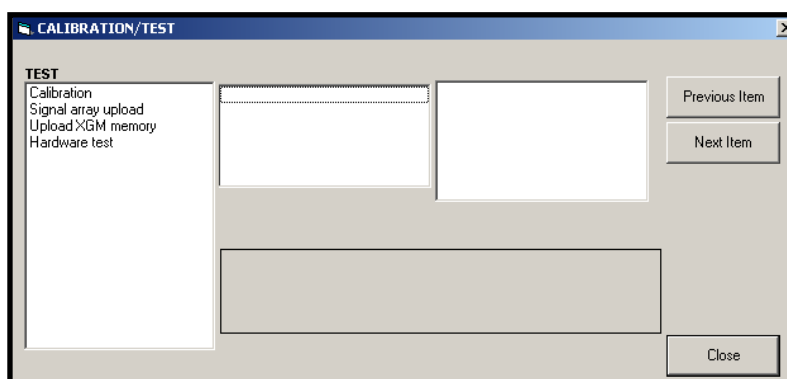

Рисунок 10. Меню *Calibration/Test* (Калибровка/проверка)
5. Для ввода данных в программу пользователя дважды щелкните меню *Calibration/Test* (Калибровка/проверка). На экране отобразится окно, как показано на рис. 10.
1. Чтобы запустить команду калибровки, перейдите в меню *Calibration/Test* (Калибровка/проверка) (см. рис. 10 на стр. 42) и дважды щелкните клавишу *Calibration* (Калибровка).
Для калибровки любой дополнительной платы, установленной в разъем Slot 1 расходомера XGF868i, войдите в меню *Calibration/Test (Калибровка/проверка)*, вид которого показан на рис. 10 на стр. 42.